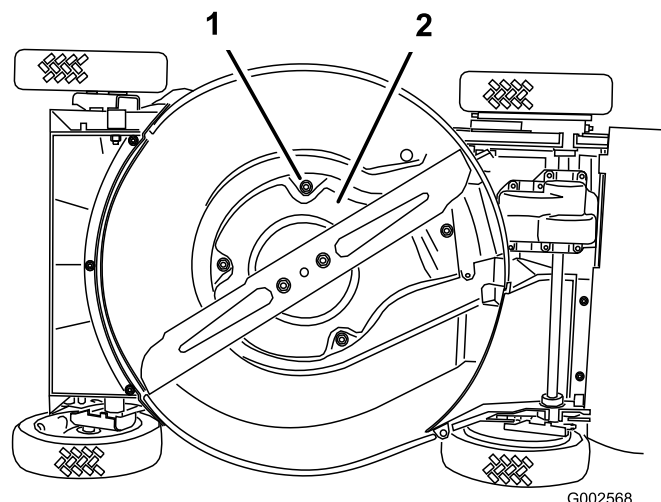

Figura 39
6. Togliete le quattro viti di fissaggio del carter (Figura 39).